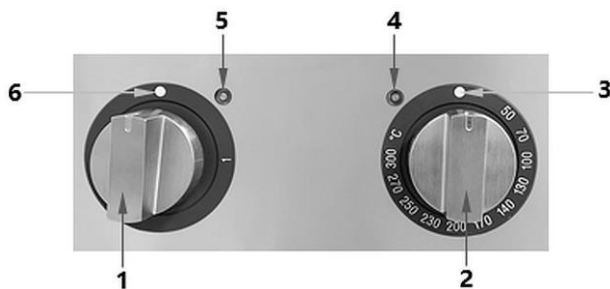

Abb. 7
- Drehen Sie Hauptregler (1) in die Position 1 (Abb. 7).